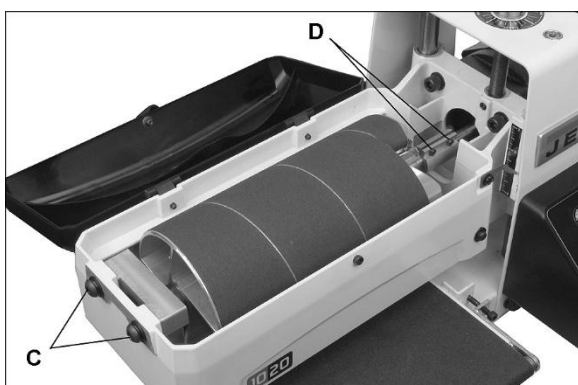

Abbildung 10-2: Ausbau der Trommel
2. Die zwei Innensechskantschrauben (C, Abb. 10-2) am Lagerflansch entfernen.
3. Die zwei Schrauben (D, Abb. 10-2) an der Kupplung lösen.